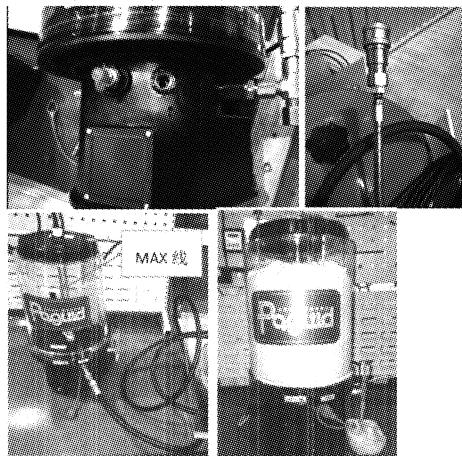

图 5 润滑泵加脂过程优化步骤图
(2) 对润滑泵加脂全过程进行优化,将使用手动加脂枪加脂方式优化为利用小型加脂机加脂,彻底排出储脂罐内的空气,保持润滑软管清洁无污染。匹配规格合适的转换接头,将润滑油管直接连接至小型加脂机枪头上,通过加脂机给油管加脂。此处,以青岛盘古的自动润滑系统使用小型加脂机加脂的操作方法为例进行介绍。如下图 5 所示